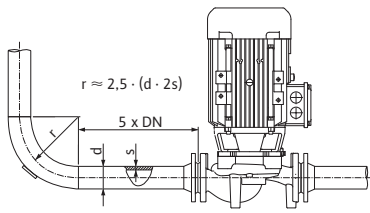

Fig. 21: Insaktningssträcka före och efter pumpen
- Före och efter pumpen krävs en insaktningssträcka i form av en rak rörledning. Insaktningssträckans längd ska vara minst 5 x DN för pumpflänsen (fig. 21). Den här åtgärden motverkar flödeskavitation.